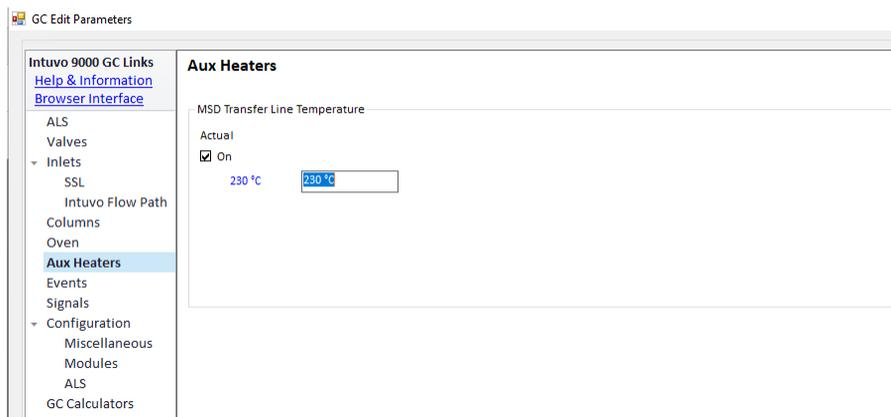

Figura 29. Ajuste de la temperatura de la interfaz
- 2 En la columna de la izquierda, seleccione **Aux Heaters** (Calentadores auxiliares) para mostrar los valores de **MS Transfer Line Temperature** (Temperatura de la línea de transferencia de MS). (Consulte la **Figura 29**).